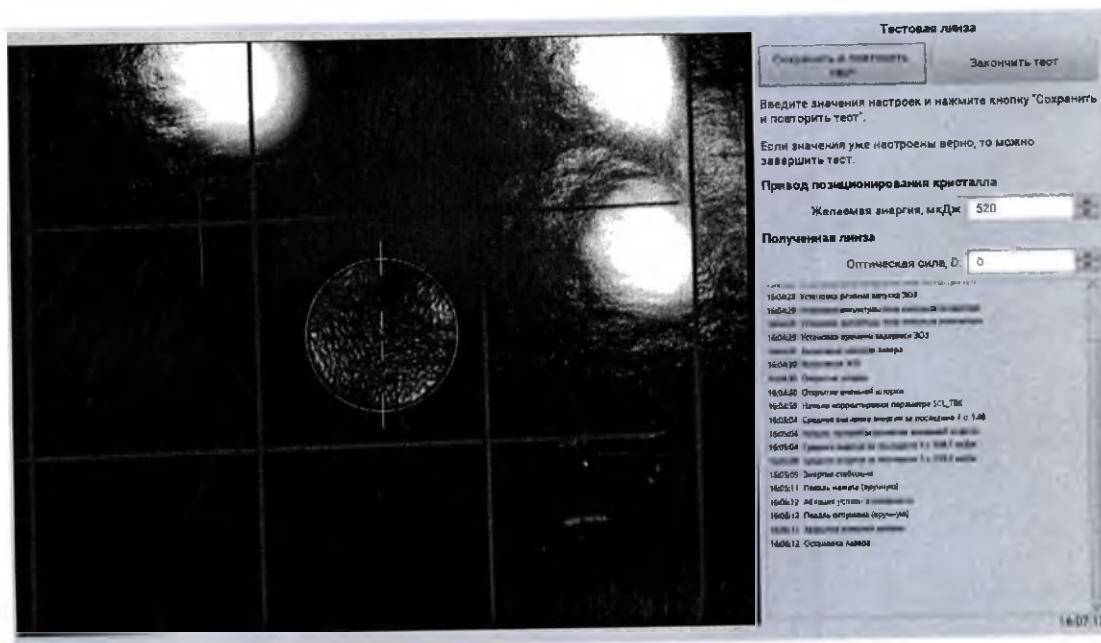

Рис. 8.4: Окно абляции тестовой линзы (конец)
7. Нажмите педаль и удерживайте её, пока генерация не прекратится. После окончания абляции окно абляции тестовой линзы примет вид рис. 8.4.